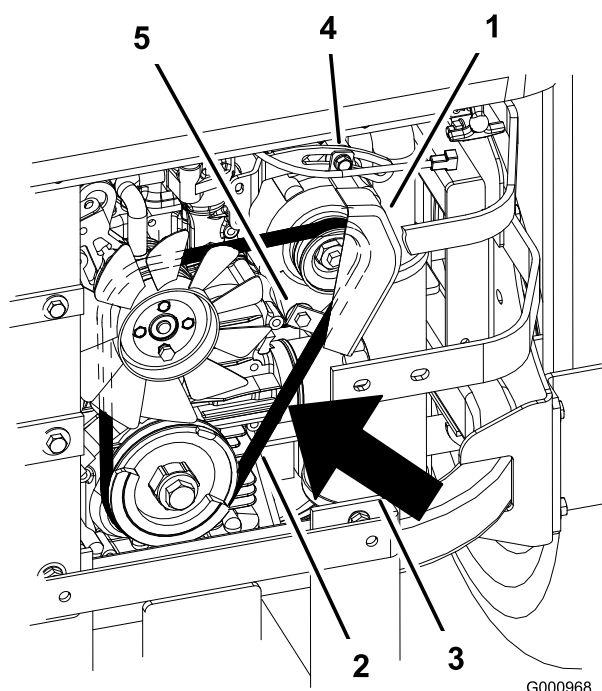

Figure 72
2. Réglez l'alternateur vers l'extérieur jusqu'à ce que la courroie présente une flèche de 7 à 9 mm quand une force de 10 kgf est exercée entre les poulies du moteur et de l'alternateur (Figure 72).
5. Si la flèche est correcte, serrez les boulons inférieur et supérieur (Figure 72).